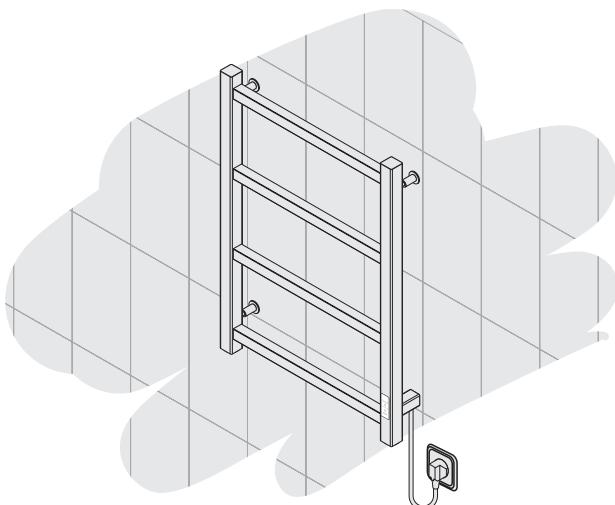

Рис.5
4.1.8. Подключить полотенцесушитель к электросети используя сетевой шнур (рис. 5).